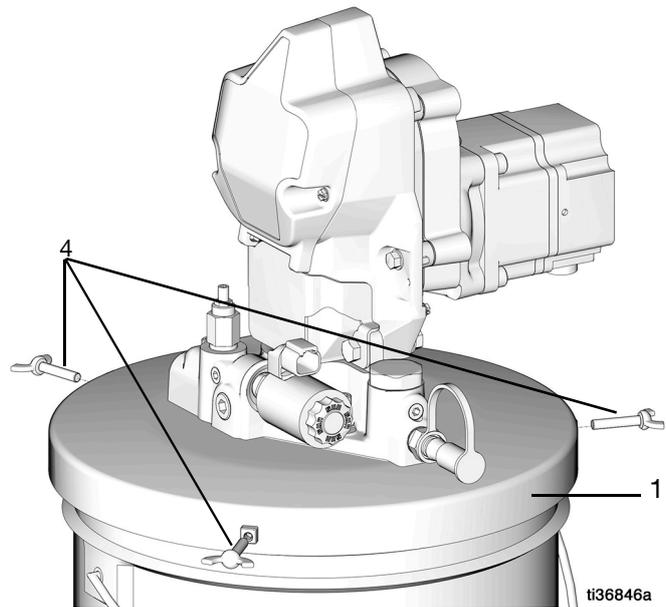

FIG. 10
10. Installez les vis de serrage (4) dans le couvercle (1) et serrez bien (FIG. 10).